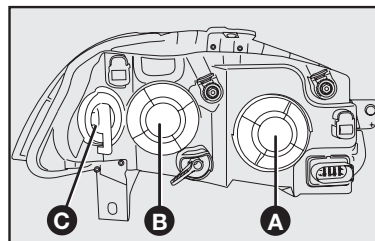

fig. 33
- 1) girar la tapa **A-fig. 33** (para sustituir la lámpara de luz baja) o la tapa **B-fig. 33** (para sustituir la lámpara de luz alta) en sentido antihorario y quitarla;
6) recolocar la tapa **A-fig. 33** o **B-fig. 33**, girándola en sentido horario.
- 1) girar la tapa **C-fig. 33** en sentido antihorario y quitarla;
- 3) sustituir la lámpara y recolocar la tapa **C-fig. 33**, girándola en sentido antihorario.
- 1) girar la tapa **B-fig. 33** en sentido antihorario y quitarla;
- 5) recolocar la tapa **B-fig. 33**, girándola en sentido antihorario.